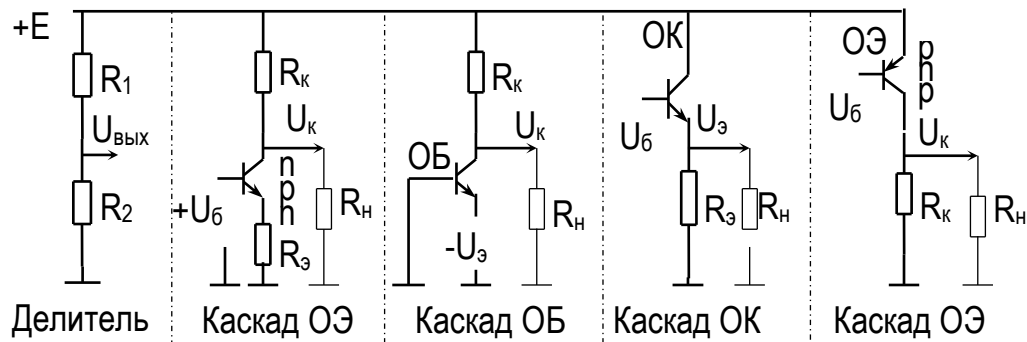

Рис. 4.14. Усилительные каскады с гальванической связью
Усиление выполняют усилительные каскады, построенные по принципу управляемых делителей напряжения (рис.4.14), которые содержат активные элементы (транзисторы), пропускающие ток в зависимости от управляющего напряжения. Действительно, в закрытом состоянии транзистора, при  $U_{бэ} = 0$ , соответствует ток  $I_k = 0$ , а в насыщенному, при  $U_{бэ} > 0,6$  В соответствует  $U_{кэ}$ , близкое к нулю. По схеме токи через делители текут сверху вниз от точек с более высоким потенциалом к точкам с низким потенциалом. Ток эмиттера направлен по стрелке в обозначении транзистора, он самый большой.
**Каскад ОБ** получен при включении транзистора вместо R2 (см. рис. 4.14).
получается при включении транзистора n-p-n вместо R1 (см. рис. 4.14). В каскаде ОК существует отрицательная обратная связь, так как управляющее напряжение  $U_{эб}$
**Передаточная характеристика каскада ОК.** Строятся с учетом того, что выходное напряжение  $U_{э}$  пропорционально току базы:  $U_{э} = I_{б} \cdot R_{э} = I_{б} \cdot (\beta + 1) \cdot R_{э}$ , а входное и выходное напряжения свчзывает зависимость:  $U_{б} = U_{э} + U_{эб}$ . (рис. 4.14). Для транзистора n-p-n, активный режим обеспечивается при  $U_{эб} > 0$ ,  $U_{кэ} > 0$ . Если
**Каскад ОЭ** на транзисторе p-n-p (см. рис. 4.14) получен в результате замены резистора  $R_1$  на транзистор p-n-p, эмиттер которого подключен к шине питания. Потенциал этой шины является постоянным, поэтому к ней можно подключить общий электрод. Направление всех токов и полярность напряжений для транзисторов p-n-p и n-p-n противоположны, поэтому в схеме, содержащей шину питания в верхней части, эмиттер транзистора p-n-p изображен сверху.